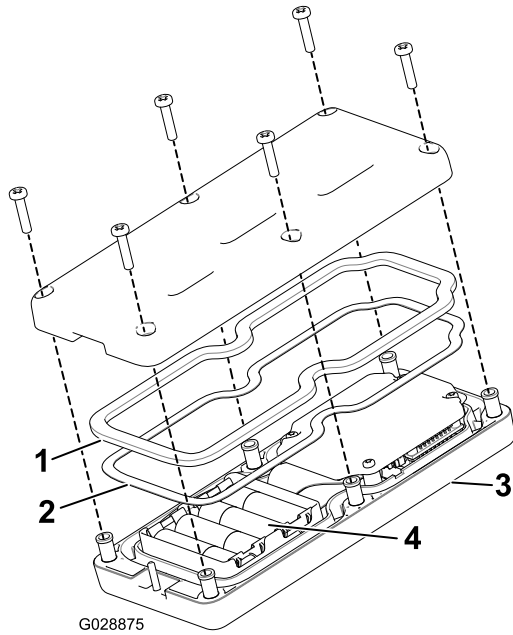

Figure 38
3. Retirez les 6 vis au dos de la télécommande et déposez le couvercle (Figure 38).
5. Placez chaque pile neuve dans un des emplacements du logement en respectant la polarité. (Si les piles ne sont pas installées correctement, la télécommande ne sera pas endommagée, mais elle ne fonctionnera pas). Les marquages de polarité sont gravés sur le logement pour chaque borne (Figure 38).
6. Si vous enlevez accidentellement le joint en caoutchouc et le joint en acier, remettez-les avec précaution dans la gorge de la télécommande portable (Figure 38).
7. Remettez le couvercle en place et fixez-le avec les 6 vis retirées précédemment (Figure 38) serrées à un couple de 1,5 à 1,7 N·m.